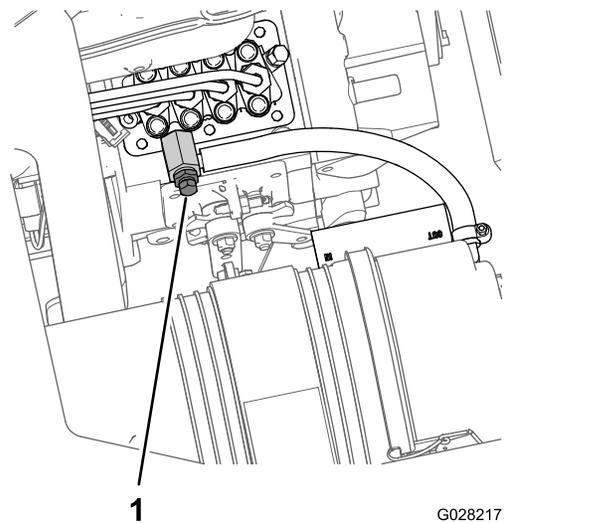

Figura 75
8. Coloque un recipiente de vaciado debajo de la parte del motor donde está situada la bomba de inyección de combustible (Figura 75).
9. Abra el tornillo de purga de aire de la bomba de inyección de combustible (Figura 75).
11. Deje la llave en posición de CONECTADO hasta que fluya una corriente continua de combustible alrededor del tornillo de purga (Figura 75).
12. Apriete el tornillo de purga (Figura 75) y gire la llave a Desconectado.